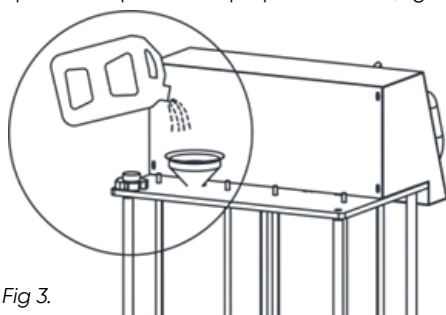

Fig 3.
2. Consulte al manual del vehículo para obtener información sobre las especificaciones y la cantidad de anticongelante. Abra la tapa del tanque nuevo en la parte trasera del equipo, agregue anticongelante de la cantidad adecuada (Max.12L) a través de un embudo y apriete la tapa del tanque para sellarlo. (Fig. 3)